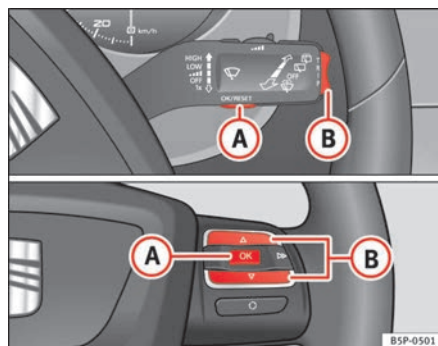

Fig. 38 Teclas basculantes A y B. Mandos en volante.
Si hay que realizar algún servicio próximamente, aparece en el cuentakilómetros un **preaviso de servicio**. Aparece el símbolo de una “llave fija” y la indicación “km” con los kilómetros que aún puede recorrer hasta la fecha del próximo servicio. Aproximadamente transcurridos 10 segundos cambia esta indicación. Aparece el símbolo de un “reloj” y el número de días que faltan hasta la fecha del próximo servicio. En la pantalla* del cuadro de instrumentos aparece el siguiente mensaje: **SERV. EN... KM O... DÍAS**. Transcurridos 20 segundos después de haber conectado el encendido o de tener el motor en marcha, se apaga el mensaje de servicio. También se puede volver a la pantalla normal pulsando el botón de puesta a cero del cuentakilómetros parcial o pulsando la tecla basculante del MFA ⇒ página 64, fig. 38 (B).
- Con el encendido conectado, pulse brevemente la tecla $\Rightarrow$ fig. 38 **A** de la palanca del limpiacristales para cambiar de una memoria a otra o pulse la tecla **A** de los mandos al volante $\Rightarrow$ fig. 38.